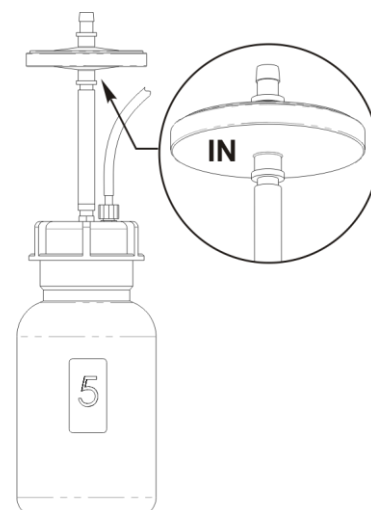

Fig. 11. Montaggio del filtro
8.6. Sostituzione del filtro (fig.11)
Attenzione! Eseguire il montaggio del filtro come indicato nella Fig. 11. L'indicazione "IN" deve essere posizionata sul lato del tubo in ingresso (rivolta verso il flacone)!